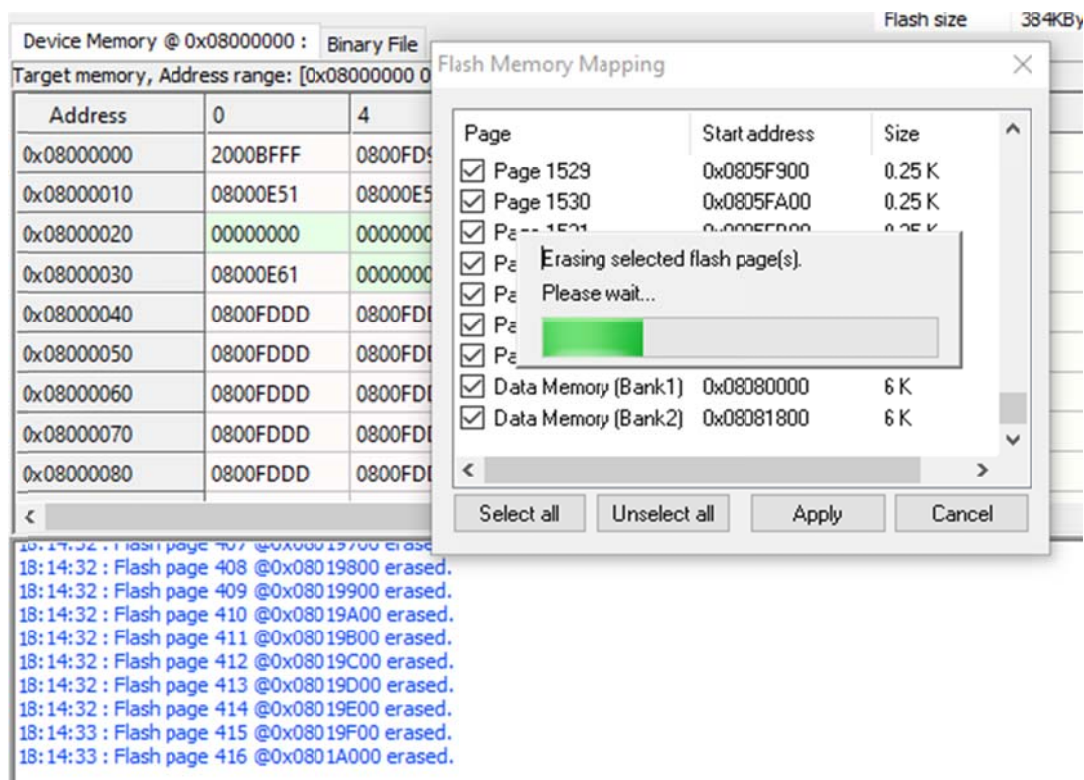

Рис. 9
10. Запустится процесс стирания памяти (рис. 9)